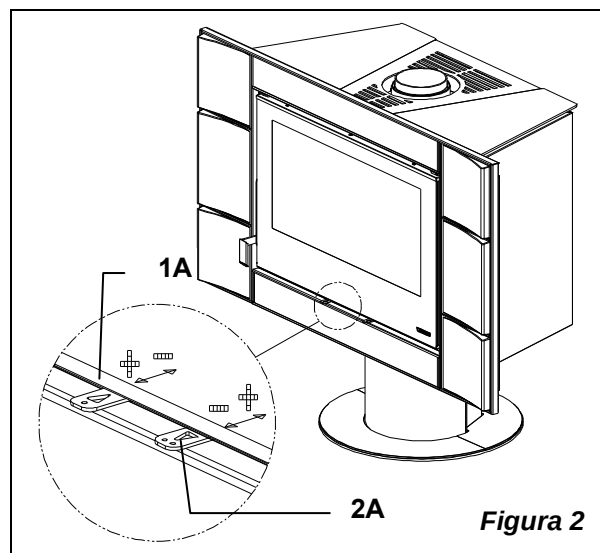

Figura 2
Sotto la porta del focolare a **sinistra** si trova la leva di comando del registro dell'aria primaria (Figura 2 pos.1A). Con questo registro viene regolato il passaggio dell'aria che entra nella parte bassa della stufa ed attraverso opportuni canali viene convogliato in direzione del combustibile. L'aria primaria è necessaria per il processo di combustione in fase di accensione. Il cassetto cenere deve essere svuotato regolarmente in modo che la cenere non possa ostacolare l'entrata dell'aria primaria.
Sotto la porta del focolare a **destra** si trova la leva dell'aria secondaria (Figura 2 pos.2A).
Quando la leva è tutta inserita il passaggio dell'aria è tutto aperto (Figura 2 pos.2A).